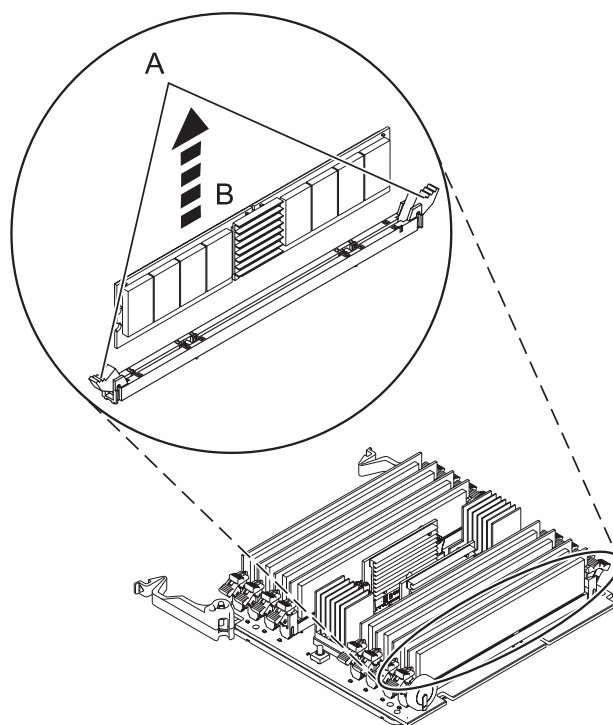

Figura 20. Removendo um módulo de memória
11. Desbloquear o módulo de memória, empurrando as guias de bloqueio **(A)** aberto conforme mostrado no Figura 20. Levante o módulo de memória **(B)** para fora do conector. A ação de alavanca das guias força o módulo de memória para fora do conector.